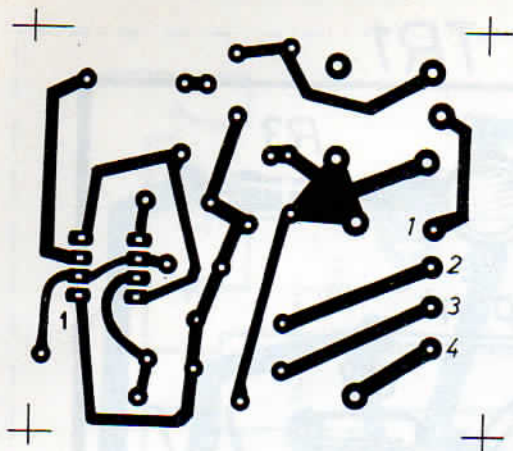

Fig. 3 - Disegno in grandezza naturale del circuito stampato da riprodurre su una delle due facce di una basetta supporto delle dimensioni di 6 cm x 5,5 cm.
**Fig. 3** - La presa FONO si trova nella parte posteriore del telaio metallico dell'apparecchio radio ed è composta con due piccole boccole, una delle quali è collegata a massa, l'altra allo stadio amplificatore di bassa frequenza.